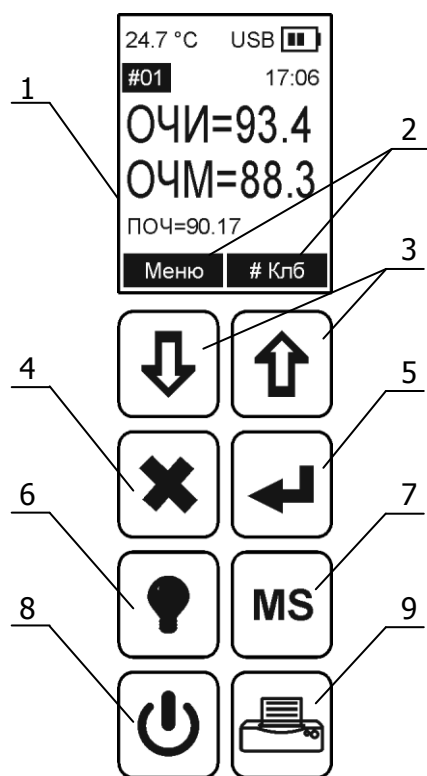

Рисунок 3 — Лицевая панель
2.3.1 Для включения октанометра нажать кнопку 8 (рисунок 3). Прибор включится, если установленные аккумуляторные элементы имеют достаточный уровень заряда.
2.3.2 Для выключения октанометра повторно нажать кнопку 8 (рисунок 3).
2.4.1 Для включения подсветки нажать кнопку 6 (рисунок 3).
2.4.2 Для выключения подсветки повторно нажать кнопку 6 (рисунок 3).